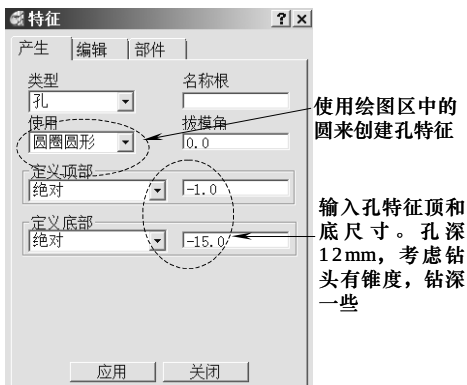
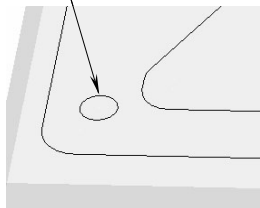

图 2-68 设置产生孔参数
图 2-69 选择 $\phi 10\text{mm}$ 圆
1) 识别模型中的孔: 在 PowerMILL 资源管理器中, 右击“特征设置”树枝, 在弹出的快捷菜单条中执行“识别模型中的孔”, 打开“特征”表格, 按图 2-68 所示设置产生孔参数, 然后在绘图区中选中 $\phi 10\text{mm}$ 的圆, 如图 2-69 所示。